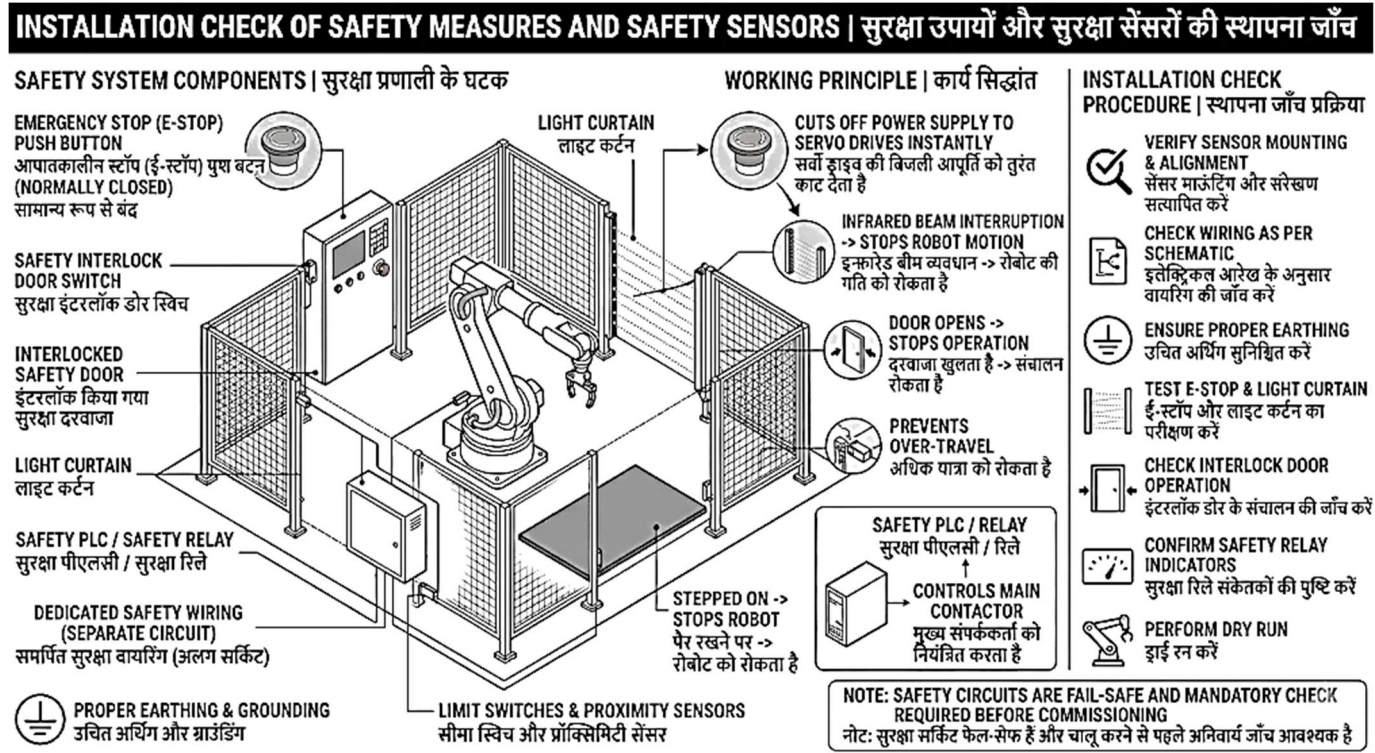

Fig. 6.1: Detailed Overview of Robotic Cell Safety System Installation Check | रोबोटिक सेल सुरक्षा प्रणाली स्थापना जाँच का विस्तृत अवलोकन
6.1.1 Introduction (Fig. 6.1)
6.1.1 परिचय (Fig. 6.1)